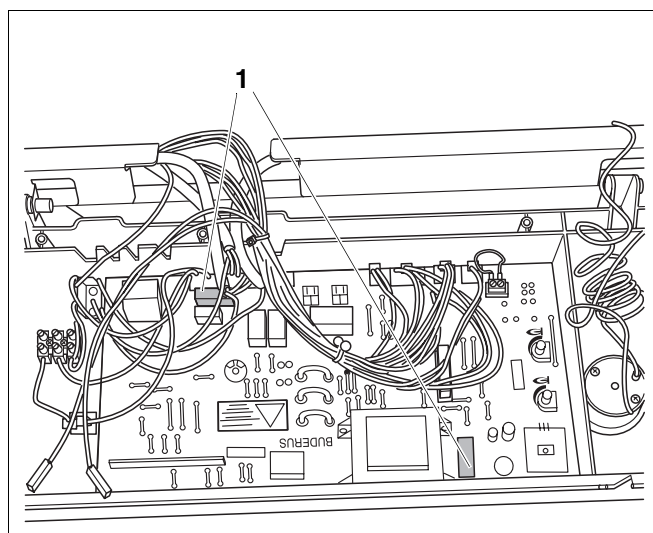

Рис. 15 Проверка слаботочных предохранителей
- Слаботочный предохранитель (рис. 15, поз. 1) проверить на проводимость или осмотреть. В случае неисправности заменить новым 1,0 АТ.